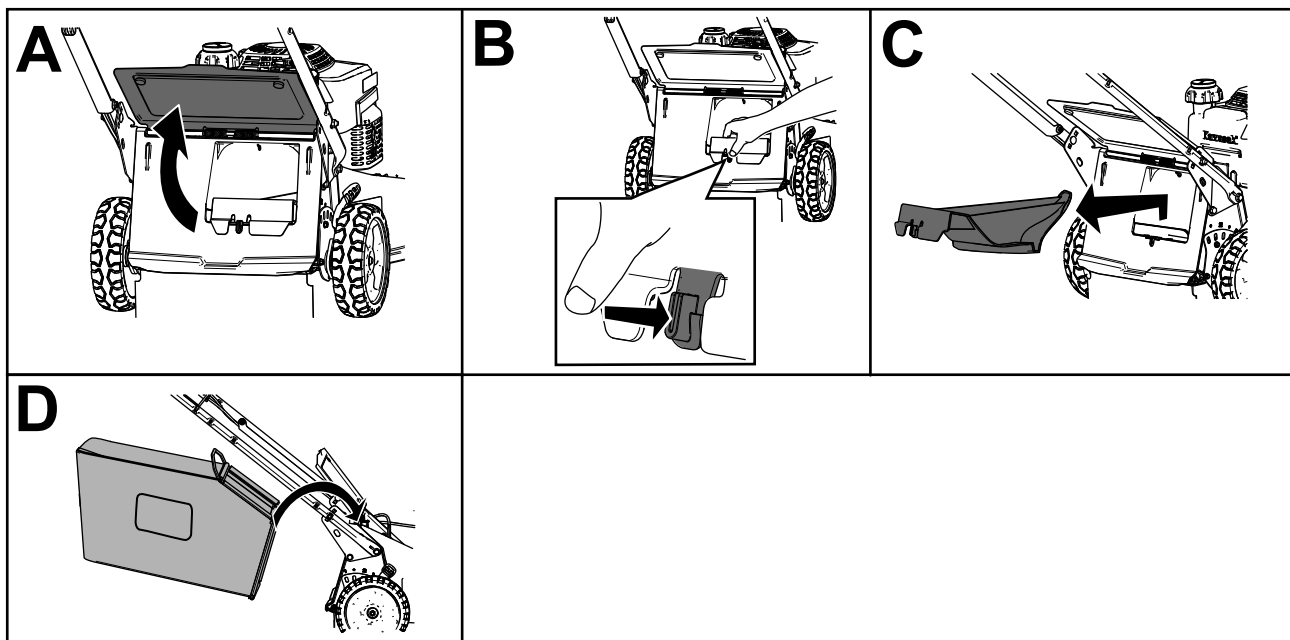

Figura 20
2. Ridicai i meninei ridicat deflectorul spate (A din Figura 20).
3. Îndepărtai capacul evacuării posterioare prin împingerea înăuntru cu degetul a clichetului i îndepărtarea capacului de pe maină (B i C din Figura 20).
4. Instalezi capetele tijei sacului în canelurile de la baza mânerului și deplasezi sacul înainte și înapoi, pentru a-ți asigura că ai fixat capetele tijei sacului pe părțile inferioare ale celor două caneluri (D din Figura 20).